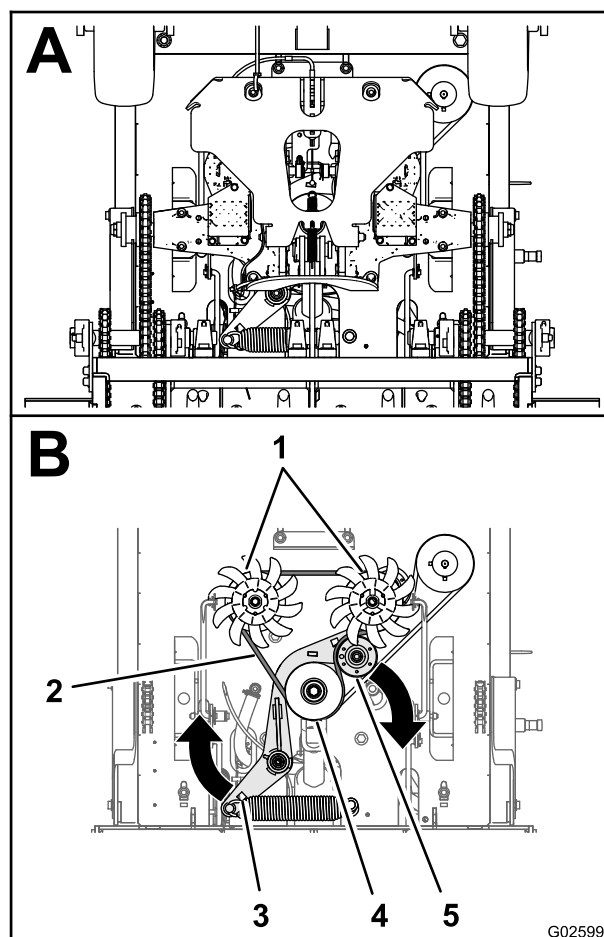

Figure 50
2. Insérez une barre de levier dans le trou du support de tension de la courroie et déplacez le support vers l'extérieur et l'avant (Figure 50).
3. Déchaussez la courroie d'entraînement de transmission des poulies du moteur, de tension et de transmission (Figure 50).
4. Acheminez la nouvelle courroie d'entraînement de transmission autour des poulies du moteur, de tension et de transmission comme montré à la Figure 50
5. Relâchez le support de tension de la courroie pour permettre au ressort de tendre la courroie (Figure 50).